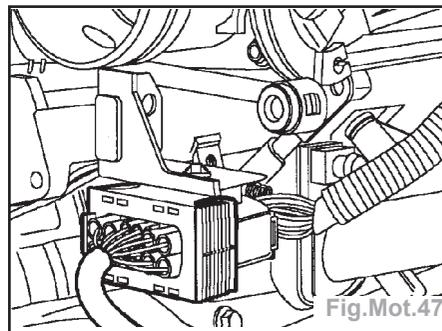

Fig.Mot.47
- Débrancher la fiche multibroches du faisceau d'injecteurs (Fig.Mot.47).